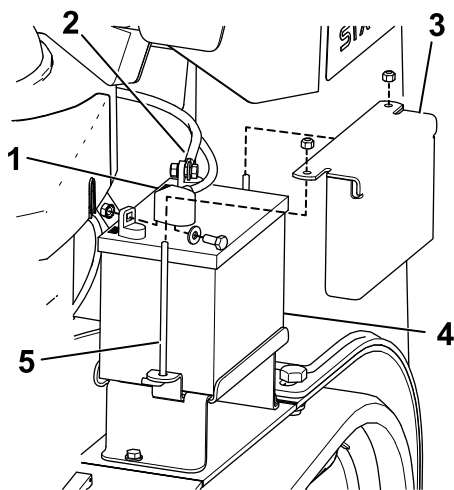

Figura 41
3. Togliete il cappuccio di gomma nero dal cavo negativo. Staccate il cavo negativo della batteria dal morsetto negativo (-) della batteria (Figura 41).
4. Sfilate la guaina rossa del morsetto dal morsetto positivo (rosso) della batteria. Togliete quindi il cavo positivo (rosso) della batteria (Figura 41).
5. Rimuovete la piastra di tenuta, i bulloni a J e i dadi di bloccaggio che fissano la batteria (Figura 41) e rimuovete la batteria.
1. Utilizzate i fermi rimossi in precedenza per montare il cavo positivo (rosso) sul morsetto positivo (+) della batteria (Figura 41).
3. Utilizzate i fermi rimossi in precedenza per montare il cavo negativo (nero) sul morsetto negativo (-) della batteria (Figura 41).
4. Assicurate la batteria con la barra e i dadi ad alette (Figura 41).